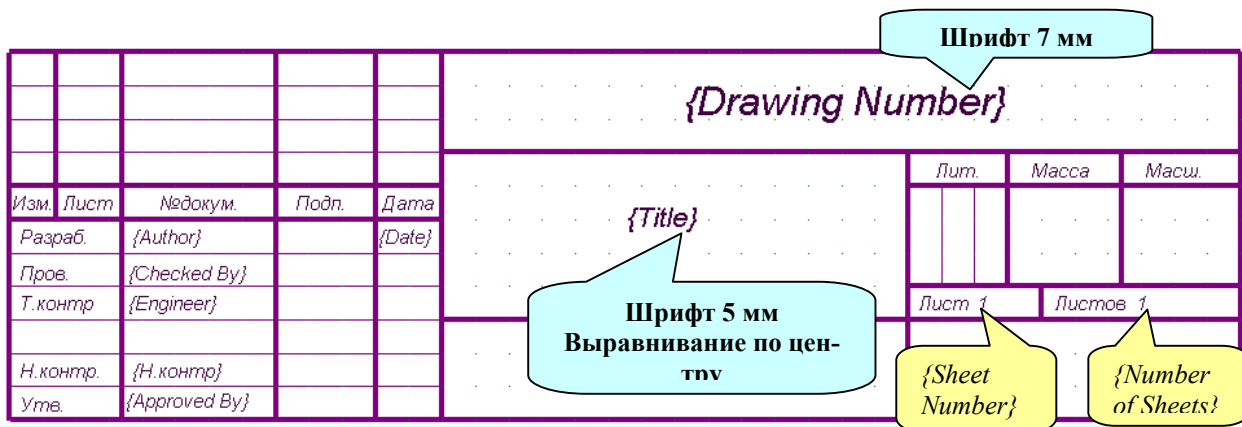

Рис. 4-15. Размещение полей в ячейках основной надписи
6) Повторяя пп. 2-5, разместите в соответствующих графах штампа нужные поля, как показано на рис. 4-15.